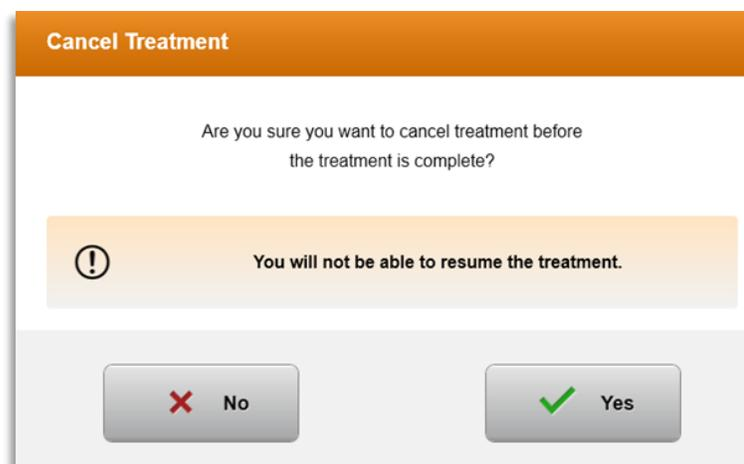

Figure 3-28. Confirmer l'annulation du traitement partiel
- Une fenêtre contextuelle d'avertissement apparaîtra lorsque « Cancel treatment » (Annuler le traitement) est sélectionné au milieu d'un traitement, comme illustré à la figure 3-28.